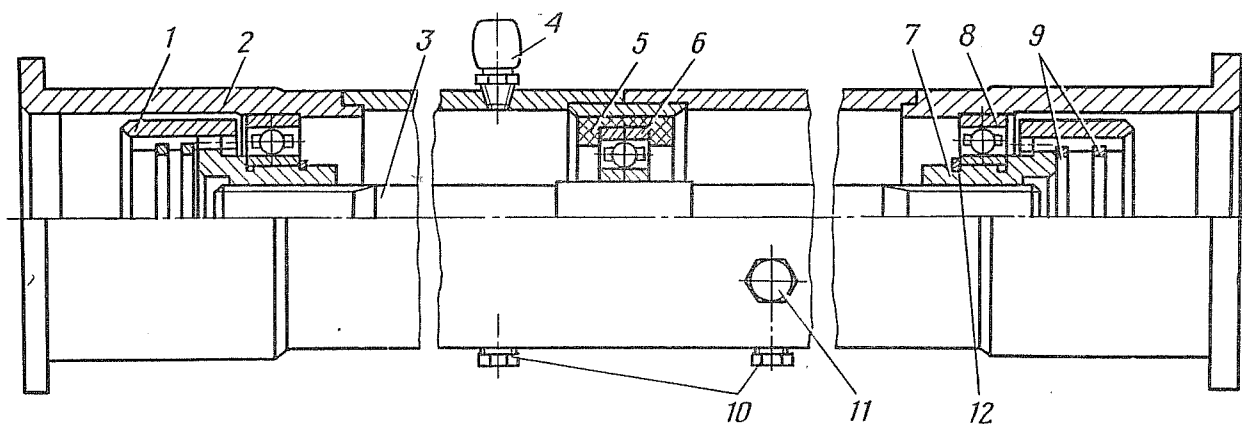

Рис. 154. Приводной вал в сборе:
1.1. Вывернуть из кожуха 2 (рис. 154) приводного вала пробки 10, 11 и сапун 4. Вынуть из кожуха компенсационные муфты 1 (ключ 12).
1.7. Снять с зубчатых хвостовиков 7 (рис. 154) стопорные кольца 12 и подшипники 8 (щипцы для стопорных колец).
3.1. Установить на зубчатые хвостовики 7 (рис. 154) подшипники 8 и стопорные кольца 12 (штипы для стопорных колец).
3.3. Установить на средний подшипник 6 (рис. 154) резиновую подушку 5.
Между торцом резиновой подушки 5 (рис. 154) и торцом кожуха 2 должно быть расстояние $528 \text{ мм} \pm 1,0 \text{ мм}$.
3.7. Ввернуть в кожух приводного вала пробки 10 (рис. 154), 11 и сапун 4 (ключ 12).